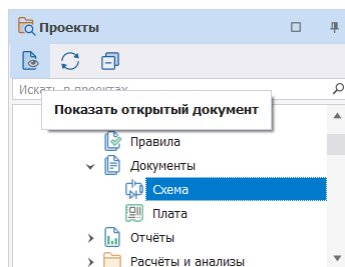

Рис. 8 Переход из рабочего пространства к элементу дерева
- Переход из рабочего пространства к элементу дерева, Рис. 8. Переход из рабочего пространства осуществляется с помощью нажатия кнопки «Показать открытый документ». После ее нажатия в дереве проекта будет выбран тот узел, в котором ведется работа (активное окно).